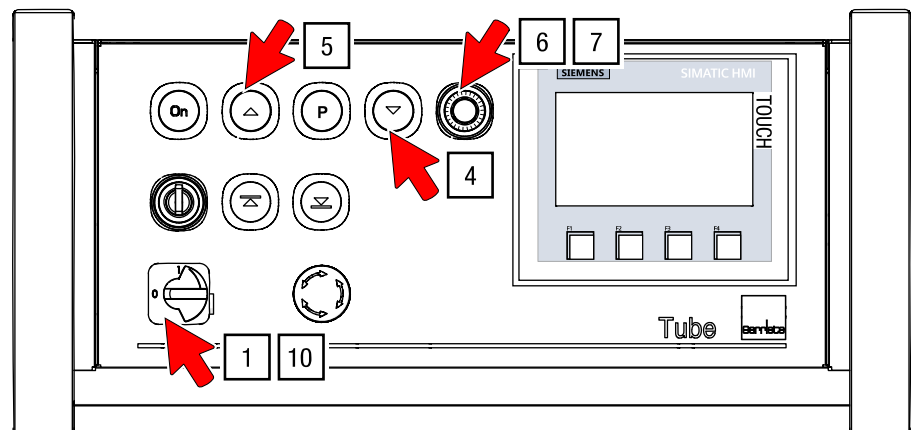

Abb. 48: Rollbildwand bedienen – Schaltknöpfe an der Steuerung
1. Drehen Sie den Hauptschalter in die Stellung „I“, um die Steuerung einzuschalten (siehe Abb. 48).
4. Drücken und halten Sie die Taste „Ab“, um die Rollbildwand nach unten zu bewegen (siehe Abb. 48).
5. Drücken und halten Sie die Taste „Auf“, um die Rollbildwand nach oben zu bewegen (siehe Abb. 48).
6. Drehen Sie das Potentiometer gegen den Uhrzeigersinn, um die Geschwindigkeit zu verringern ($v_{\max}$ bis $v_{\min}$; siehe Abb. 48).
7. Drehen Sie im Uhrzeigersinn, um die Geschwindigkeit zu erhöhen ($v_{\min}$ bis $v_{\max}$; siehe Abb. 48).
9. Drücken Sie die Taste „P“, bis die Position erreicht ist (siehe Abb. 48).
10. Schalten Sie die Steuerung nach dem Betrieb aus und sichern Sie sie am Hauptschalter mit einem Vorhängeschloss (siehe Abb. 48).